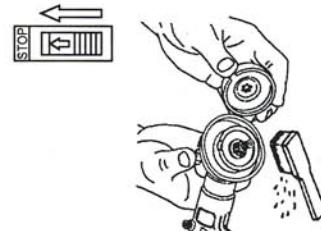

Рис. 22
- (1) По окончанию работы снимите держатель A, удалите обрезки и траву с внутренней стороны и начисто вытрите. Также вытрите угловую трансмиссию и трубу вала. (Рис. 22)